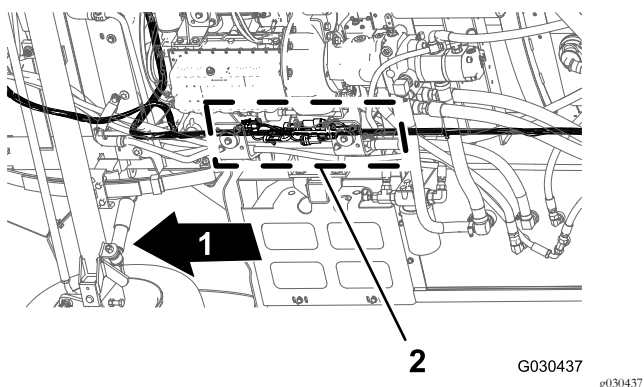

Рисунок 104
1. Находясь под машиной, под правой трубой рамы найдите электрические соединители переднего и заднего жгутов проводов машины (Рисунок 104).